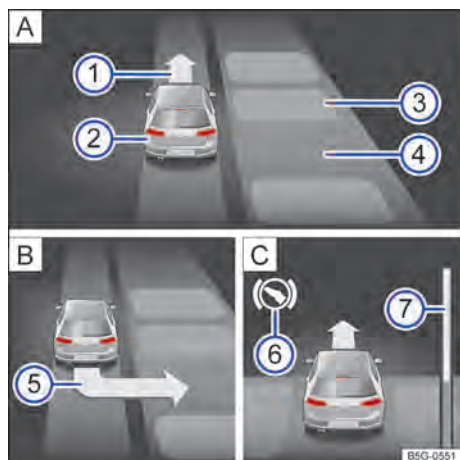

Fig. 123 En la pantalla del cuadro de instrumentos: aparcar lado a lado. **A** Buscar un hueco de aparcamiento. **B** Posición para aparcar. **C** Maniobrar.
- Estacionar cuando aparezca en la pantalla del cuadro de instrumentos la indicación de aparcamiento → fig. 123.
Legenda de la → **fig. 123** (modo de estacionamiento lado a lado con marcha atrás):
- Frenar cuando suene un avisador acústico que indica el cambio de dirección, encender la flecha → **fig. 123** ① 1 **A**, encender el símbolo blanco ⑥ o mostrar un mensaje.